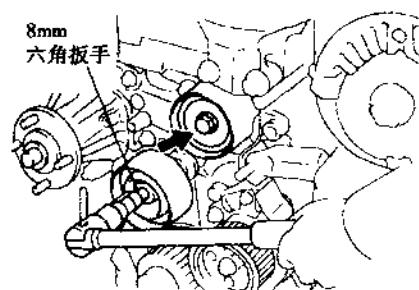

图 1—1—13 拆下 1 号惰轮
(11) 拆下螺栓、正时皮带板、曲轴正时皮带轮（见图 1—1—14）。注意：不要划伤正时皮带轮的角度传感器。